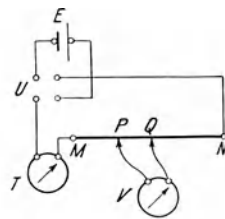
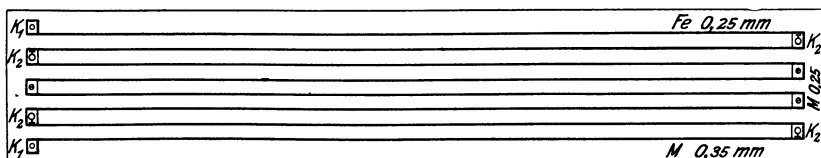

Fig. 172.
Fig. 173.
**Anleitung.** a) Schalte einen Sammler  $E$  (Fig. 172) in Reihe mit einem geöffneten Stromwender  $U$ , den vier Windungen der Tangentenbussole  $T$  oder einem Strommesser und einem Meter des Gefälldrahts  $MN$  (Fig. 173). Prüfe, ob alle Verbindungen gut sind. Reinige die beweglichen Gleitschneiden, setze sie bei  $P$  und  $Q$  in 20 cm Abstand auf den Gefälldraht und verbinde sie mit den Klemmen des Spannungsmessers. Sieh nach, ob die Zeiger frei schwingen und auf Null stehen, wenn der Strom unterbrochen ist, der durch das Meßwerkzeug fließt.
b) Stelle auf den Draht  $MN$  (Fig. 172) in 10 cm Abstand von  $M$  die Schneide  $P$  und laÙ sie während der Versuche dauernd dort stehen. Setze die Schneide  $Q$  in 20 cm Abstand von  $M$  auf den Draht. SchlieÙe den Strom, halte ihn während der ganzen Versuchsreihe geschlossen und mit der dritten Schneide oder einem Stromschwächer stets auf der gleichen Stärke (0,15—0,25 A).
d) Miß die Durchmesser der Drähte mitten zwischen den Schneiden. Berechne aus den Längen  $PQ$  (Fig. 172, S. 261) die Spannung zwischen zwei Stellen jedes Drahts, die 1 m voneinander abstehen, und ferner die Spannung, wenn der Querschnitt 1 mm2 ist. Diese Spannungen verhalten sich wie die spezifischen Widerstände der Drähte.